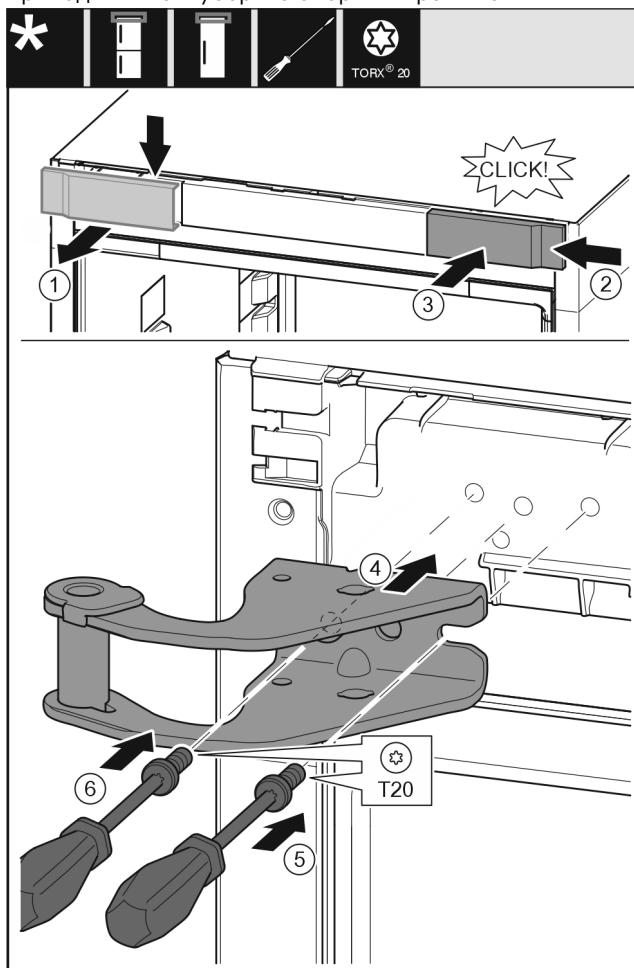

Fig. 14
- Снимите крышку сверху вперед. Fig. 14 (1)
- Навесьте крышку, повернув ее на 180°, справа с другой стороны. Fig. 14 (2)
- Зафиксируйте крышку. Fig. 14 (3)
- Установите верхний опорный кронштейн. Fig. 14 (4)
- Установите и затяните винт отверткой T20. Fig. 14 (5)
- Вставьте и затяните винт отверткой T20. Fig. 14 (6)